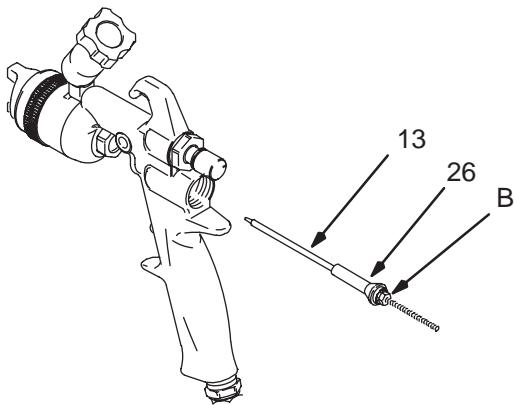

Fig. 29 _____
2. Serrer à la main l'écrou de serrage (9) dans l'adaptateur (4), puis dévisser l'écrou d'un tour environ de manière à ce que l'adaptateur (4) et le corps de pulvérisation soient montés librement dans le corps du pistolet.
3. Vérifier que le pointeau de fluide (13) n'est ni endommagé ni trop usé. Remplacer la pointe du pointeau ou le pointeau entier si nécessaire. Si la pointe du pointeau doit être remplacée, utiliser un adhésif (frein filet) sur ses filets.
4. Lubrifier l'extérieur du nouveau guide de pointeau (26) et placer le sur le pointeau de fluide (13), contre l'écrou (B). (Voir Figure 29). Ceci facilite l'alignement de l'entrée de la tige de soupape d'air dans le diamètre intérieur du joint presse étoupe (16) sans en endommager la lèvre.
5. Monter le pointeau de fluide (13) et le guide de pointeau (26) dans l'arrière du pistolet.